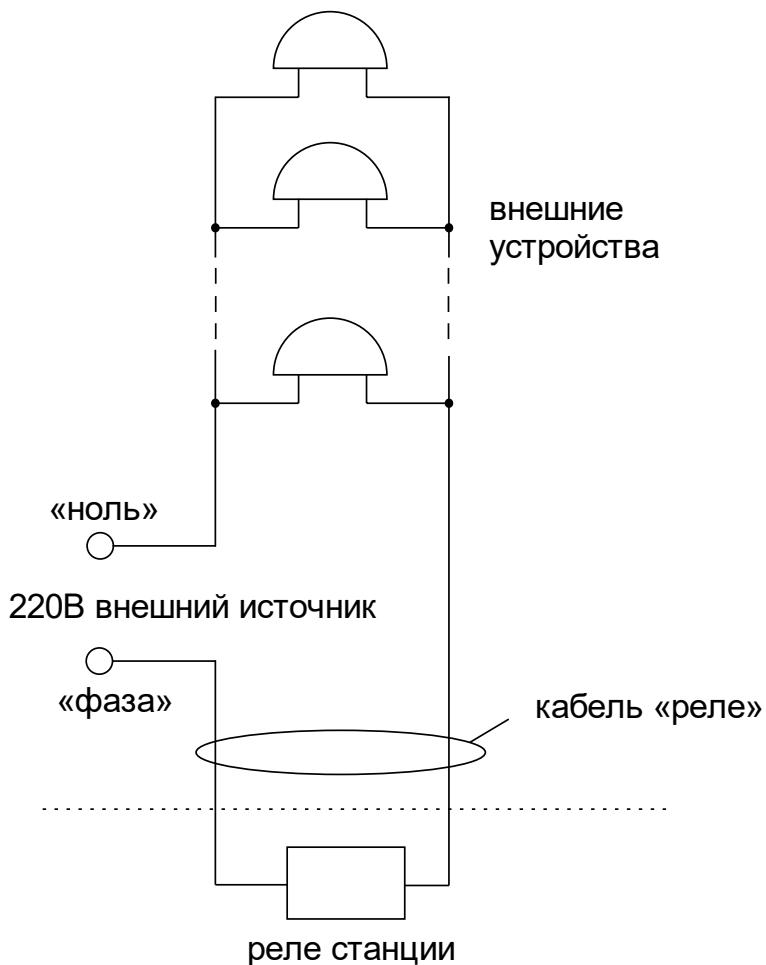

Рис. 1.
4.5. Кабель «Реле» необходимо подключить, используя клеммную колодку (коробку), следующим образом (см. схему на рис.1). На один из проводов кабеля «Реле» необходимо подать «фазу» внешнего напряжения электросети 220 В, предназначеннной для питания внешних устройств; второй провод кабеля «Реле» подключить непосредственно к одному из входов питания внешних устройств; другой вход питания внешних устройств подключить на «ноль» питающей электросети 220 В. Все внешние устройства должны быть соединены друг с другом по входам питания параллельно. К внешним устройствам относятся, например, школьные звонки громкого боя.